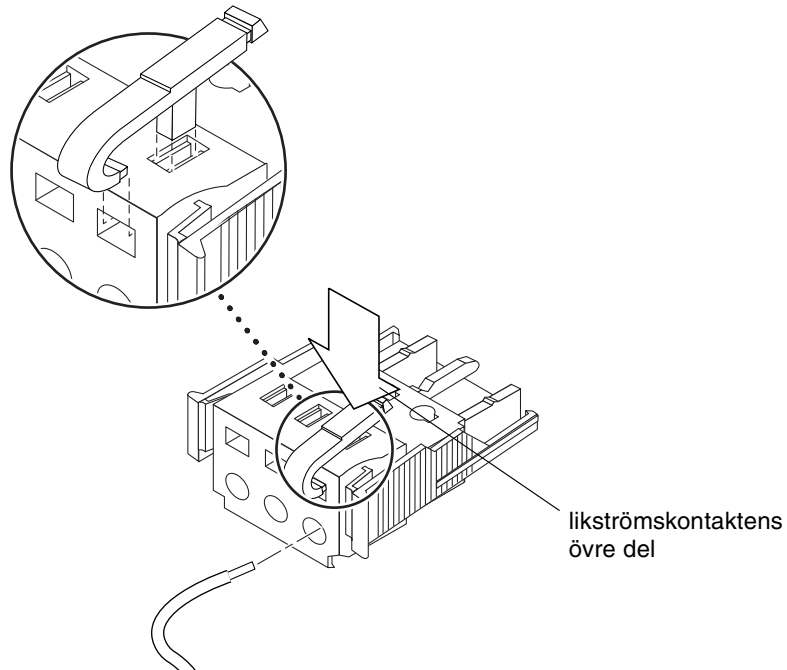
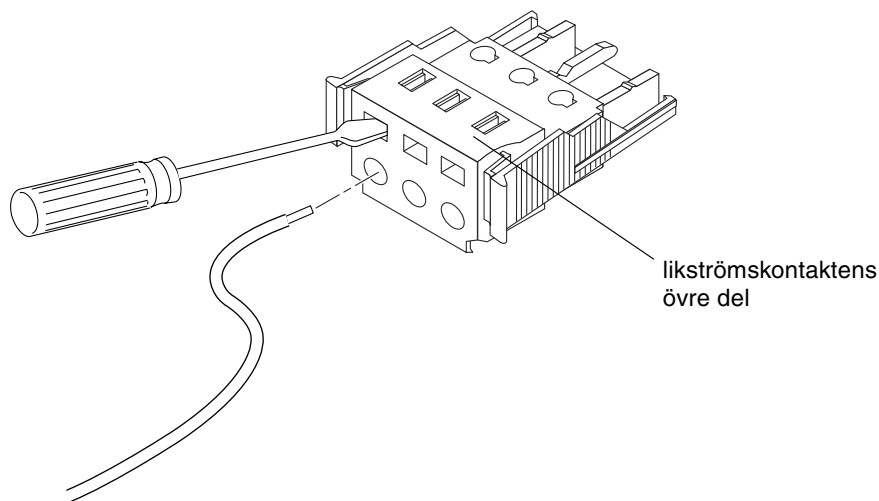

BILD 5-3 Öppna likströmskontakten med verktyget
BILD 5-4 Öppna fjäderklämman med en skruvmejsel
- Sätt toppen av fjäderklämverktyget i det rektangulära hålet rakt ovanför den likströmskontakt där du ska sätta i den första ledningen. Tryck ner med fjäderklämverktyget (BILD 5-3).
- Sätt in en liten skruvmejsel i det rektangulära hålet rakt ovanför den likströmskontakt där du ska sätta i den första ledningen och tryck ner med skruvmejseln (BILD 5-4).
Om du någon gång behöver ta ur en ledning ur likströmskontakten sätter du verktyget eller en liten skruvmejsel i hålet rakt ovanför ledningen och trycker nedåt (BILD 5-3 och BILD 5-4). Dra ut ledningen från kontakten.